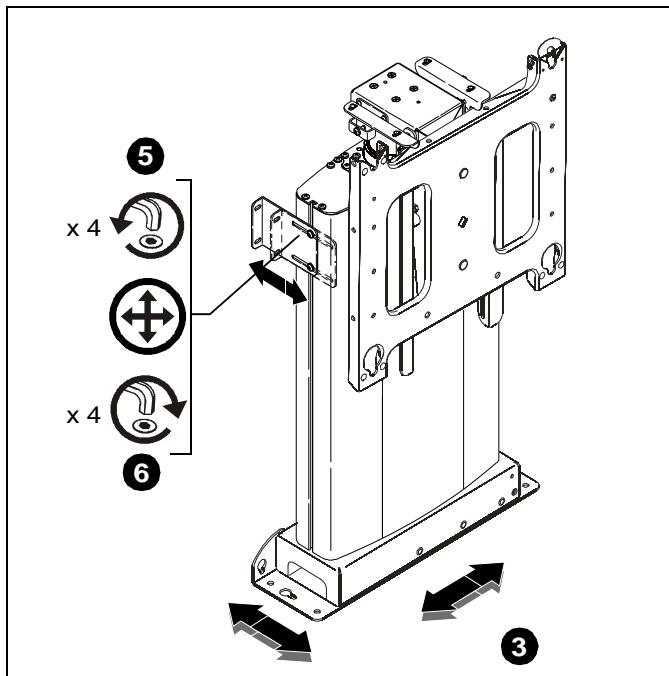

Figura 23
- Posicione el soporte de modo que la base quede correctamente ubicada y las placas de sujeción laterales queden alineadas con los soportes verticales. (Consulte la Figura 23)